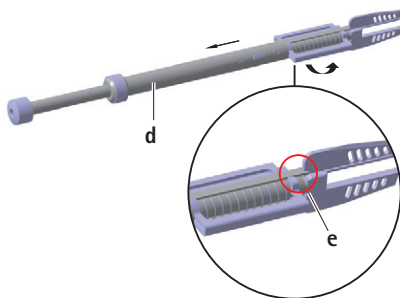

Fig. 3
- Encliqueter la rainure **e** du logement **d** dans la traverse du burin, voir Fig. 3.